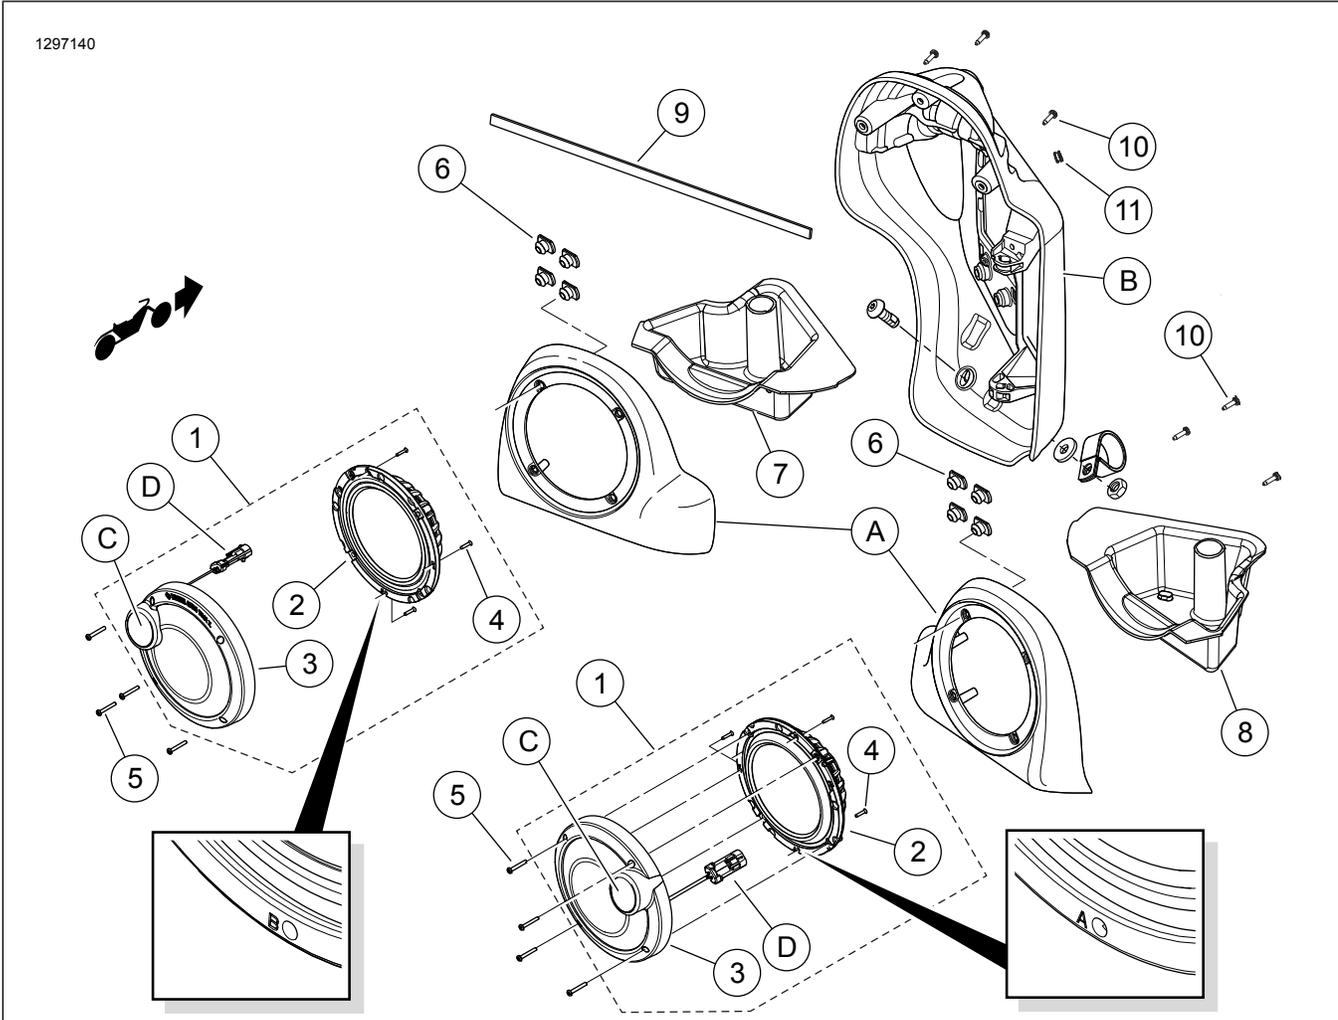

Abbildung 12. Ersatzteile, BOOM! Audio Stage II Lautsprechersatz für die untere Verkleidung
18. Siehe Abbildung 12 >. Die geteilte Öse (11) auseinander ziehen. Die Tülle um den Kabelbaumzweig herum installieren. In das in die Verkleidung gebohrte Loch einbauen.
22. Siehe Abbildung 12 >. Die Lautsprecher-Kabelsteckverbinder im Innern des Lautsprechergehäuses an die Kabelschuhkontakte an der Rückseite des **neuen** Tieftonlautsprechers anschließen. Kabelschuhkontakte in unterschiedlicher Größe verhindern einen falschen Zusammenbau.
23. Den Zweiwege-Audiosteckverbinder des Verstärker-Kabelbaums mit dem Steckverbinder (D) für Mittelton-/Hochtönlautsprecher verbinden.
24. Die Lautsprecherbaugruppe (1) so drehen, dass der Hochtöner (C) in einem Winkel von 45 Grad von oben nach außen positioniert ist.
25. Die Lautsprecherbaugruppe mithilfe der vier Schrauben (5) aus dem Satz am Lautsprechergehäuse anbringen.